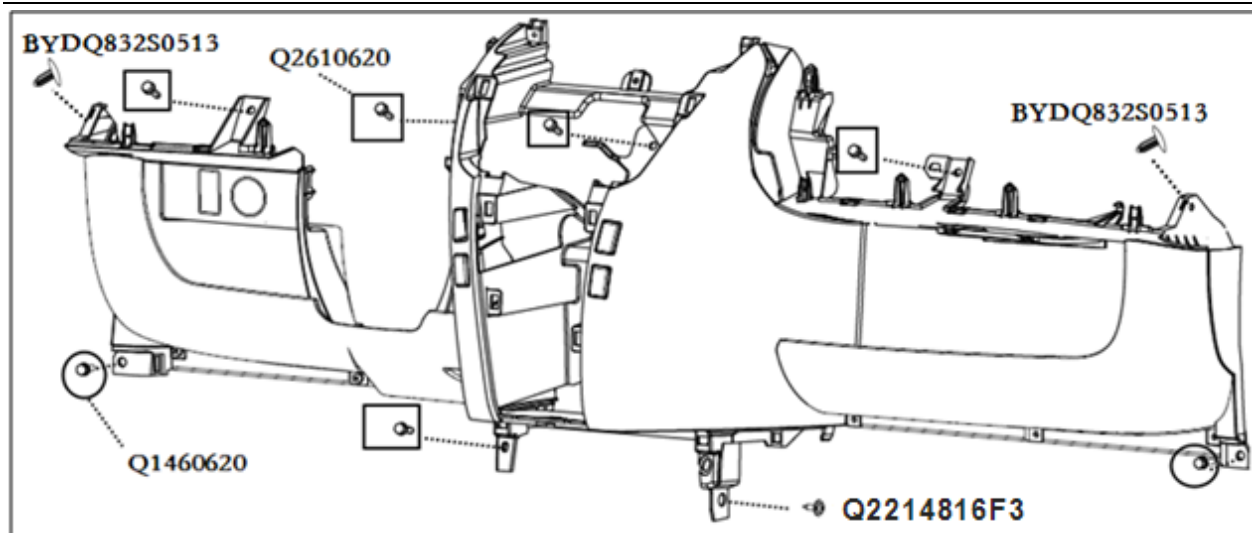

图 2.5.1 仪表板下本体总成拆卸示意图
- (1) 安全气囊开关、前大灯调节开关、空调控制面板、AC 开关、告警灯开关等电器件的拆装具体细节件电器件相关章节，这里只对拆装顺序进行简单描述：仪表板下本体总成拆卸之前先要确保空调控制面板已被拆卸，相关电器开关等仪表板下本体总成拆卸后先拔掉开关线束然后再卸掉开关按钮。
- (2) 仪表板下本体总成拆卸之前先需要拆卸完副仪表板总成，副仪表板总成的拆卸详见 2.7 章节。
- (3) 用 10 号套筒先拧去仪表板下本体与车身侧位配合两处六角头螺栓,弹簧垫圈和平垫圈组合件 (Q1460620)，然后用十字起拧去仪表板下本体与空调箱体配合十字槽盘头自攻螺钉和大垫圈组合件 (Q2214816F3)，最后用套筒依次拧去下本体与管梁配合的五处六角头自攻锁紧螺钉加平垫圈螺栓 (Q2610620)，用十字起起掉左右两个下本体与管梁托架配合的叶子片卡扣 (BYDQ832S0513)，即可拾下仪表板下本体总成 (见图 2.5.1)。